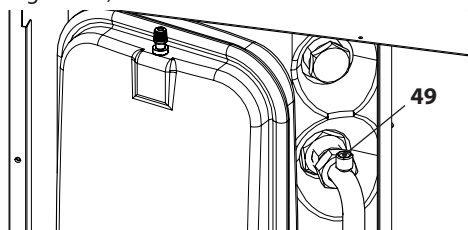

Figura 6.4
- Allentare lo sfato serpentino bollitore 49 (Figura 6.4).
- Riempire l'impianto di riscaldamento vedi sezione "Riempimento del circuito riscaldamento" a pag. 17 e richiudere lo sfato serpentino bollitore 49 in Figura 6.4 quando da questo inizia ad uscire acqua.